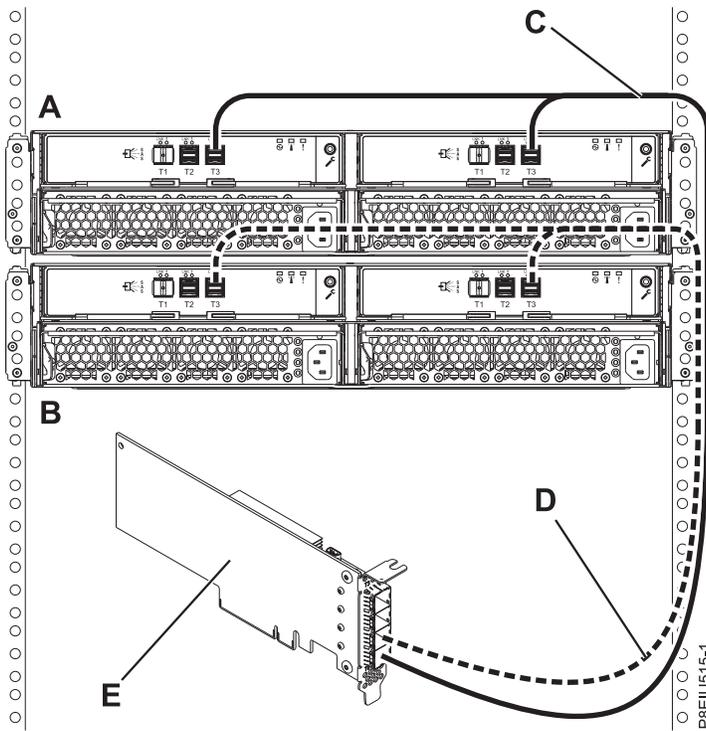

Abbildung 15. Modus 1-Anschluss von zwei ESLL- und ESLS-Speichereinheiten mit einem YO12-Kabel an einen einzelnen SAS-Adapter (FC EJ0J oder FC EJ0M)
- Schließen Sie zwei Gehäuse im Modus 1 (**A und B**) mit YO12-Kabeln (**C und D**) an einen einzelnen SAS-Adapter (FC EJ0J oder FC EJ0M) (**E**) an (siehe Abb. 15 auf Seite 18) und fahren Sie anschließend mit „Kabel und Netzkabel anschließen und Abdeckungen installieren“ auf Seite 24 fort.